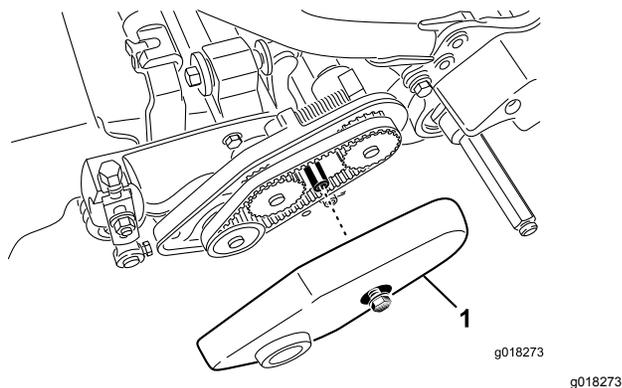

Figura 45
2. Solte o parafuso flangeado que fixa cobertura da correia e retire a cobertura da correia para expor a correia (Figura 45).